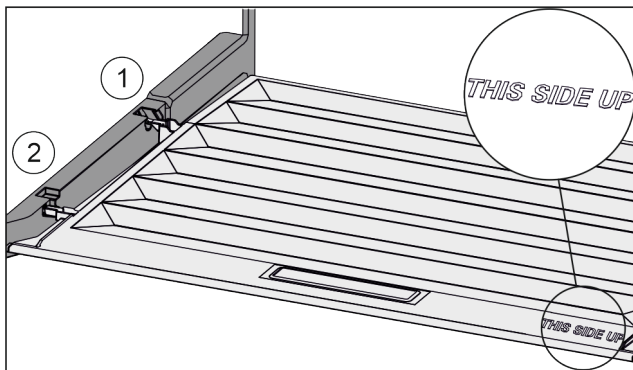

Fig. 68
- ▶ Inserire le nervature del coperchio attraverso l'apertura del supporto posteriore Fig. 68 (1) e innestare anteriormente nel supporto Fig. 68 (2).